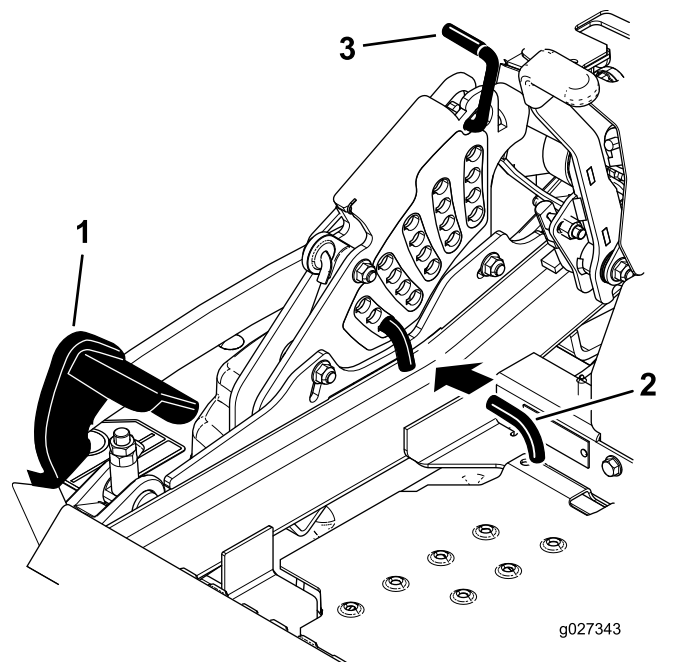

Figura 26
2. Pise el pedal de elevación de la carcasa y eleve la carcasa de corte a la posición de transporte (que es también la posición de altura de corte de 140 mm) según se muestra en Figura 26.
3. Para ajustar la altura de corte, gire el pasador 90 grados y retire el pasador del soporte de altura de corte (Figura 26).
4. Seleccione el taladro del soporte de altura de corte que corresponde a la altura de corte deseada, e inserte el pasador (Figura 26).